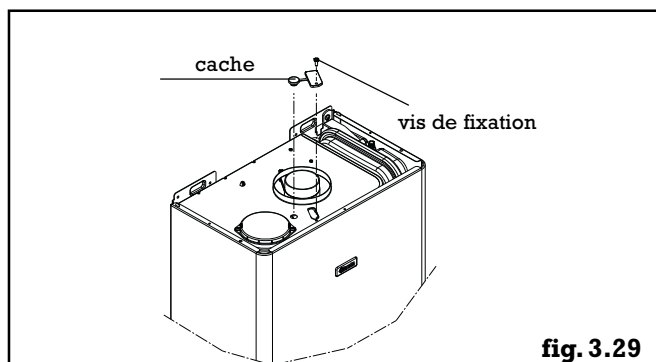

fig. 3.29
- retirer la vis du cache de la prise d'analyse de la combustion (fig. 3.29) et engager la sonde de l'analyseur de combustion